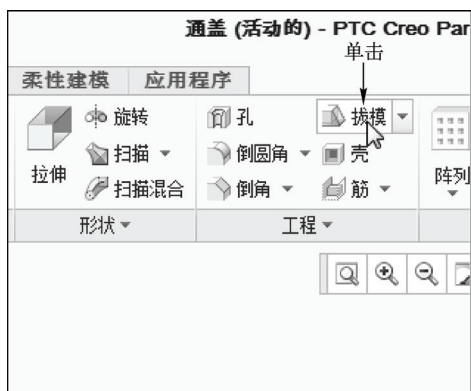

图 6-103 单击“拔模”按钮
STEP 02 在功能区选项板的“模型”选项卡中，单击“工程”面板中的“拔模”按钮，如图 6-103 所示。